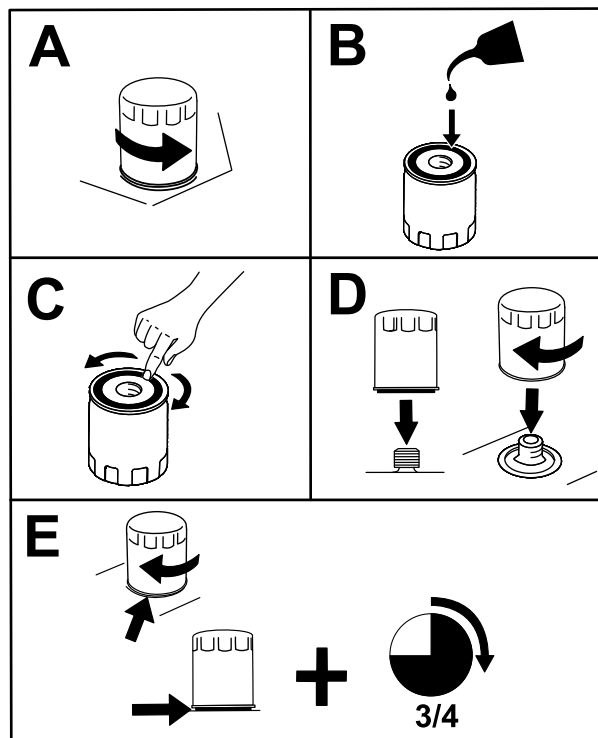

Bild 36
2. Wechseln Sie den Motorölfilter (Bild 36).